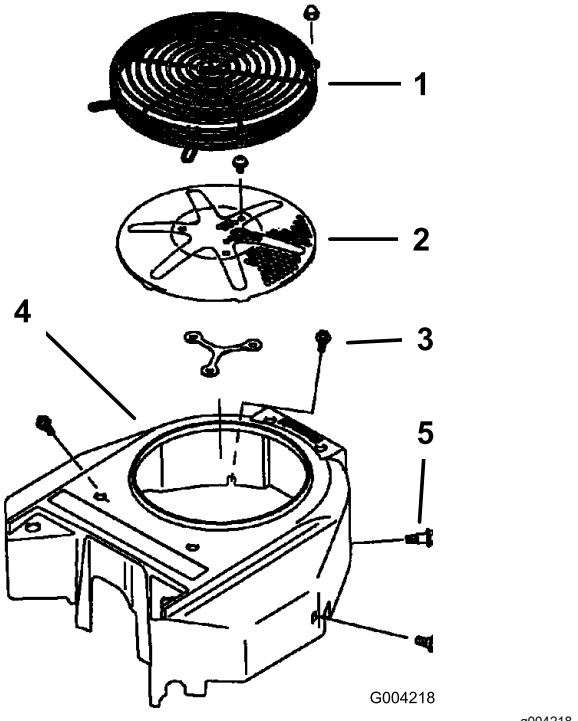

Figura 85
3. Retire la rejilla de entrada de aire, el arrancador de retroceso y la carcasa del ventilador (Figura 85).
5. Instale la rejilla de entrada de aire, el arrancador de retroceso y la carcasa del ventilador (Figura 85).